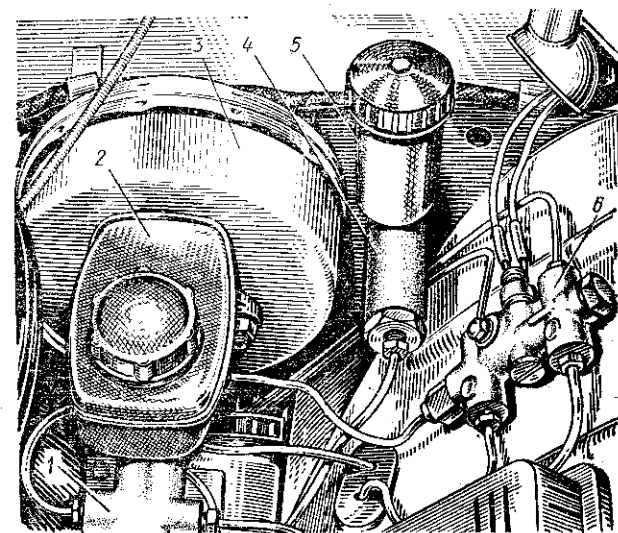

Рис. 40. Расположение главных цилиндров гидроприводов выключения сцепления и рабочей тормозной системы в подкапотном пространстве:
В процессе эксплуатации автомобиля необходимо следить за уровнем тормозной жидкости в бачках (рис. 40). Он должен быть на 10—15 мм ниже верхней кромки бачка главного цилиндра гидравлического привода сцепления и между отметками MIN и MAX, нанесенными на стенке бачка 2 главного цилиндра гидравлического привода рабочей тормозной системы.
1. Залейте в бачок 5 (рис. 40) тормозной жидкости до нормального уровня (см. выше) и несколько раз нажмите на педаль сцепления.
1. Залейте в бачок 2 (см. рис. 40) рабочую тормозную жидкость до метки MAX и нажмите несколько раз на педаль тормоза.
1. Залейте в бачок 2 (см. рис. 40) рабочую жидкость до отметки MAX и нажмите несколько раз на педаль тормоза.